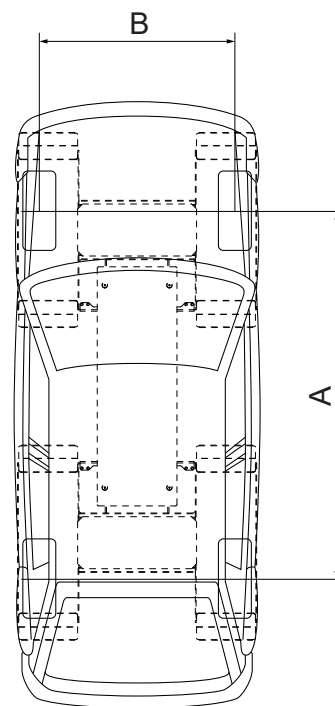

Fig. 2
- Distance minimale des points de levage (A) : 2500 mm (Fig. 2).
- Voie minimale (B) : 1500 mm (Fig. 2).